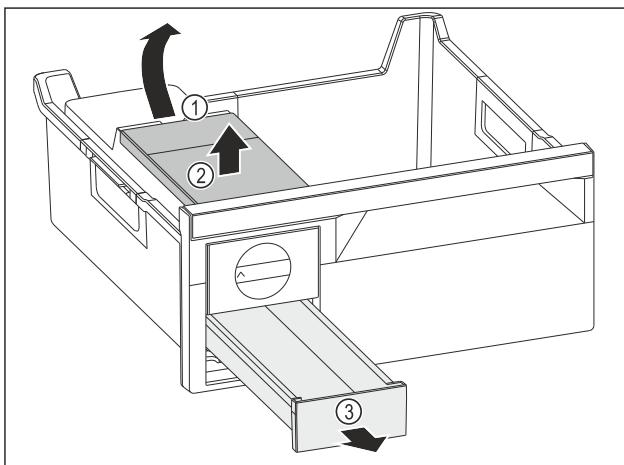

Fig. 77
- Odoberte nádržky na vodu: Nádržku na vodu nadvihnite za vybranie Fig. 77 (1).
- Nádržku na vodu Fig. 77 (2) odoberte smerom nahor.
- Zásuvku na kocky ľadu Fig. 77 (3) odoberte smerom nahor.